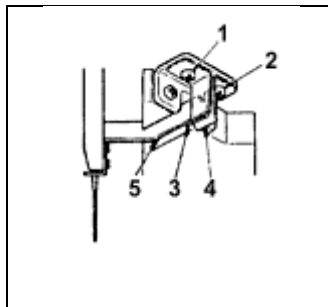

Fig. 33
Para ajustar a força de retenção do puxador do passa fio da agulha folgue os parafusos (1) e (2), Fig. 33, e ajuste a pressão das molas do puxador do passa fio da agulha (3) e (4) contra o puxador do passa fio da agulha.